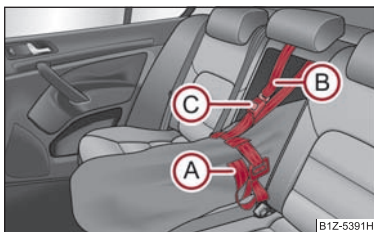

Fig. 5 Segurança do saco de passagem
- Puxe o cordão (A) na ponta livre à volta dos esquis antes da fixação ⇒ fig. 5.
- Introduza a cinta de segurança (B) através da abertura no encosto à volta da parte superior do encosto.
- Meta a cinta de segurança (B) na fechadura (C) até engatar audivelmente.